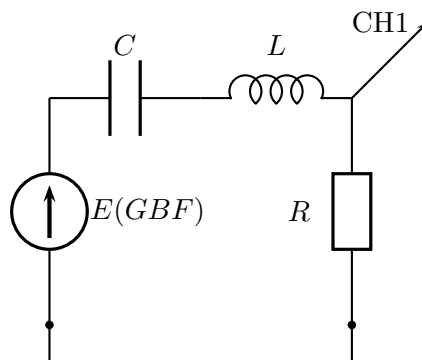

FIGURE 3 –
- Réaliser le montage de la figure 3 avec  $R$  variable,  $C = 10\text{ nF}$  et  $L = L_1$  ou  $L_2$ .